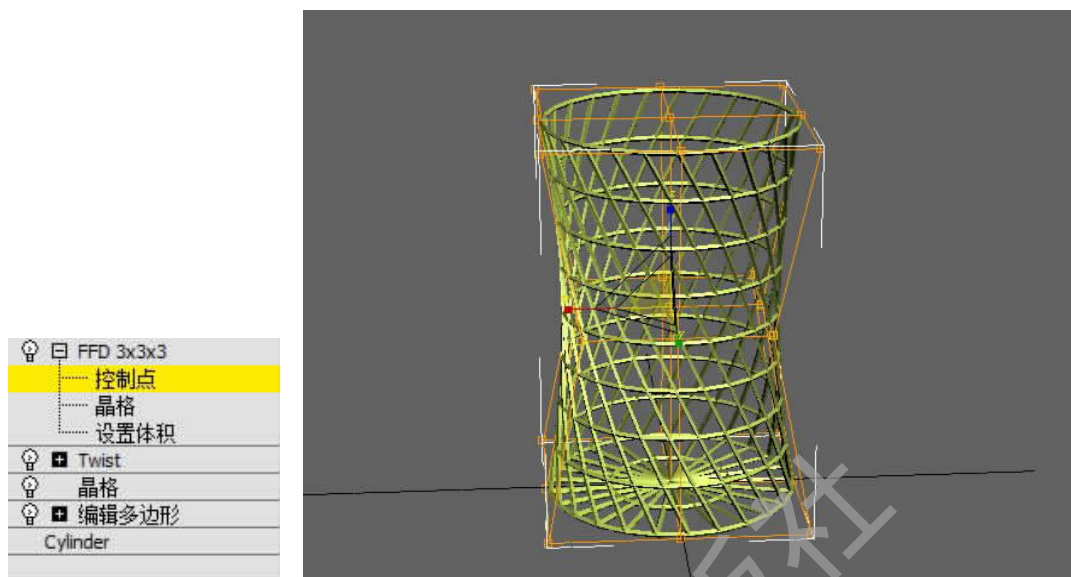

图 2-89 添加 FFD
Step 6. 在修改面板中添加 FFD $3 \times 3 \times 3$ 修改器,进入控制点级别,通过缩放将垃圾篓进行等比缩放,如图 2-89 所示。